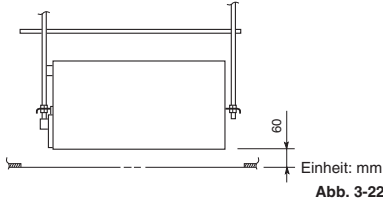

Abb. 3-22
- (3) Der Abstand zwischen der Einheit und der Deckenöffnung sowie der Abstand zwischen der Unterfläche der Decke und der Unterfläche des Flansches an der Einheit sollte den in Abb. 3-22 angegebenen Maßen entsprechen. Zur Prüfung die mitgelieferte Installationslehre verwenden.